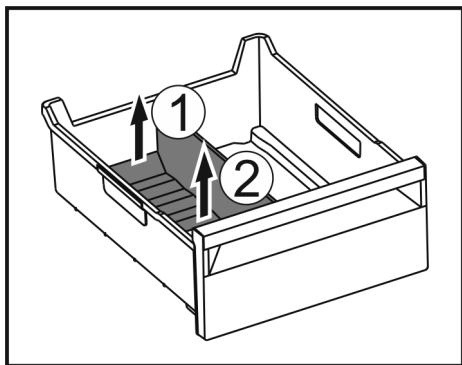

Fig. 74
- ▶ Dvignite zadnji del pregrade predala za led. Fig. 74 (1)
- ▶ Pregrado predala za led odstranite navzgor. Fig. 74 (2)